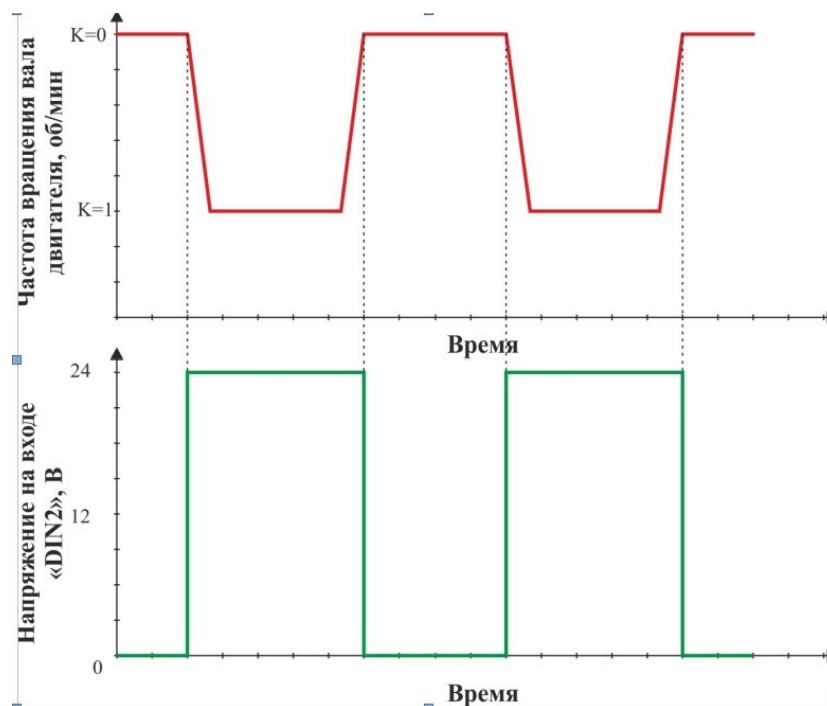
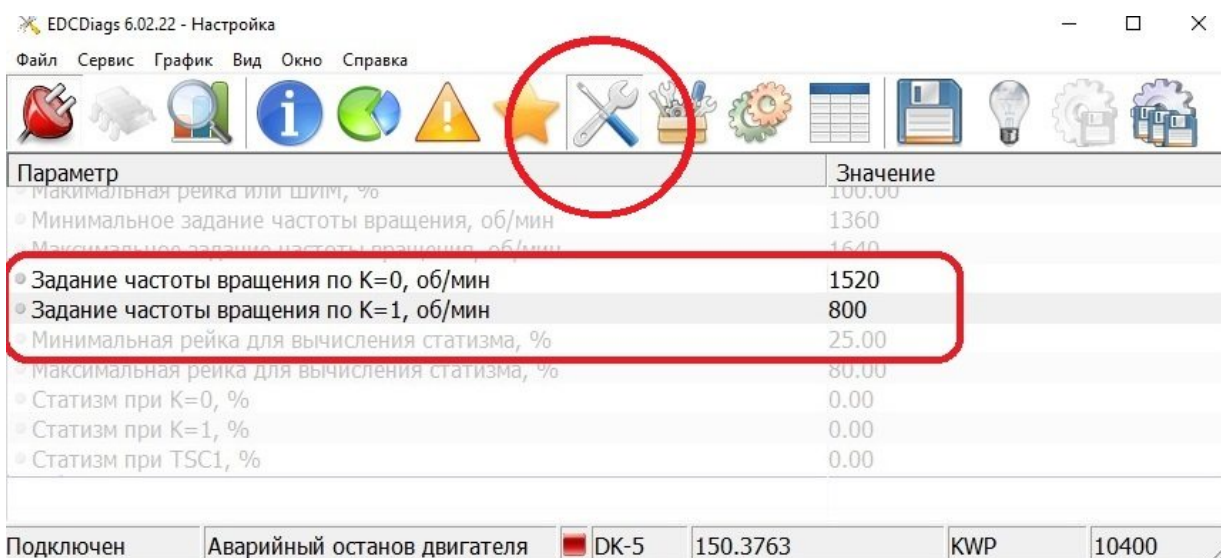

Рисунок 2. Схема уставки частоты вращения вала двигателя по дискретному входу «ВХОД2»
Рисунок 3. Настройка параметров частоты вращения вала двигателя в программе EDCDiags при уставке по «ВХОД2»
- при подаче напряжения питания на дискретный вход «ВХОД2» ( Рисунок 2. Схема уставки частоты вращения вала двигателя по дискретному входу «ВХОД2» ), частота вращения вала двигателя устанавливается в значение, соответствующее параметру  $K=1$  (Рисунок 3. Настройка параметров частоты вращения вала двигателя в программе EDCDiags при уставке по «ВХОД2»).